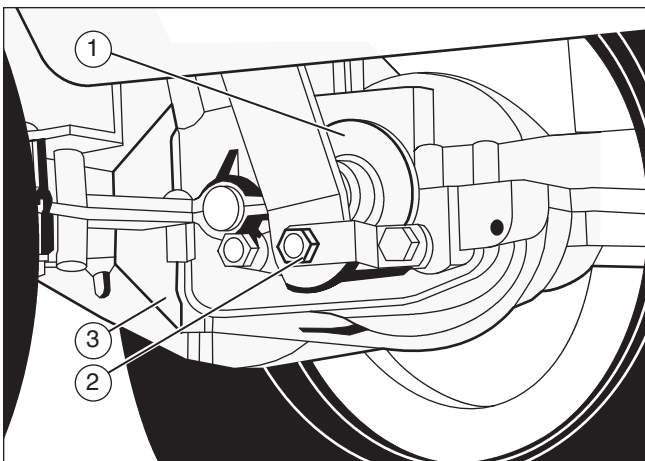

Figure 12
1. L'emplacement du frein de pédale est à droite de la boîte de vitesse (3) (**Figure 12**).
2. S'assurer que le frein de stationnement est mis et que le levier de vitesses est au point mort (N). Tourner l'écrou à tête hexagonale (2) dans le sens inverse des aiguilles d'une montre jusqu'à ce que les roues arrières tournent lorsque l'on pousse la tondeuse.
- Relâcher le frein de stationnement et pousser la tondeuse. Si la tondeuse ne marche pas, tourner l'écrou à tête hexagonale (2) dans le sens inverse des aiguilles d'une montre jusqu'à ce que la tondeuse roule enfin.
- Régler le frein de stationnement. Pousser la tondeuse. Si les roues arrière ne tournent pas, le frein de pédale (1) est bien réglé. Relâcher le frein de pédale.